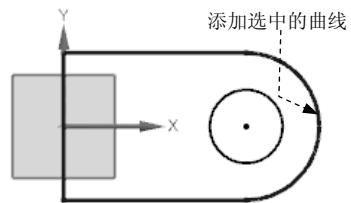

图 5.7.21 添加选中的曲线
**Step 3** 按住 Shift 键，在草图中选取图 5.7.21 所示的曲线的任意部分（如圆），系统则排除整个草图曲线；再选取图 5.7.21 所示的曲线——高亮显示的 4 条线段（此时不用按住 Shift 键）作为新的草图截面，单击对话框中的“替换助理”按钮。